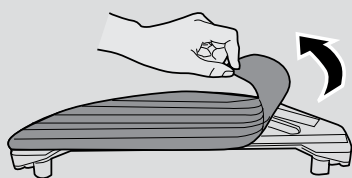

Fig. 13
1. Remova o pano da mopa da parte inferior do depósito de água. [Fig. 13]